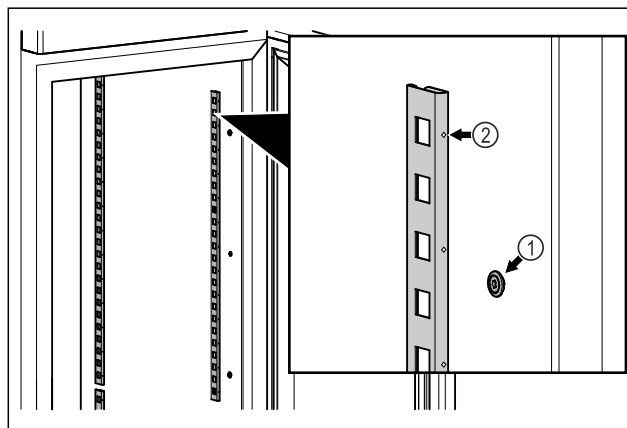

Fig. 83 Príklad zobrazenia
- ▶ Koľajničky zaveste do závesu Fig. 83 (1). Označenie Fig. 83 (2) musí ukazovať dopredu.